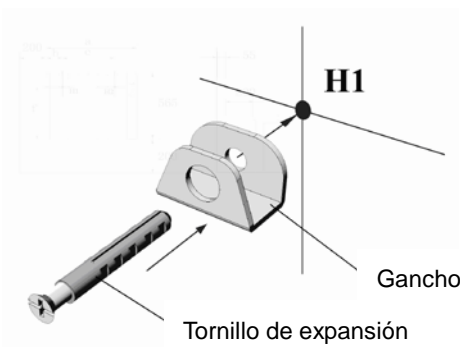

Figura 3
- Fije dos ganchos en la pared en las posiciones H1 y H2 con los tornillos de expansión (Figura 3).